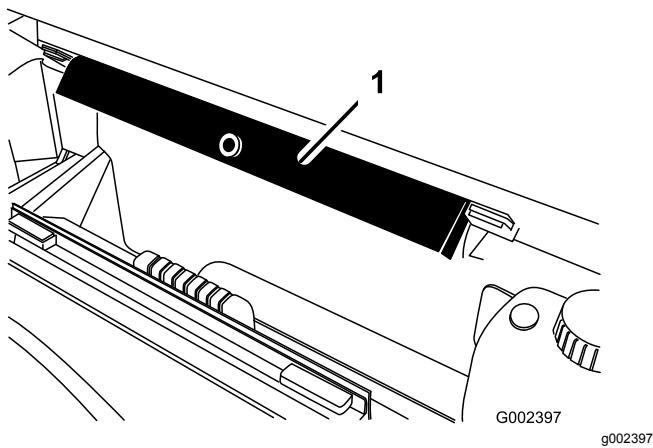

Figura 14
9. Retire el soporte de la plataforma de los soportes de almacenamiento situados en la parte trasera del panel del ROPS (Figura 14).